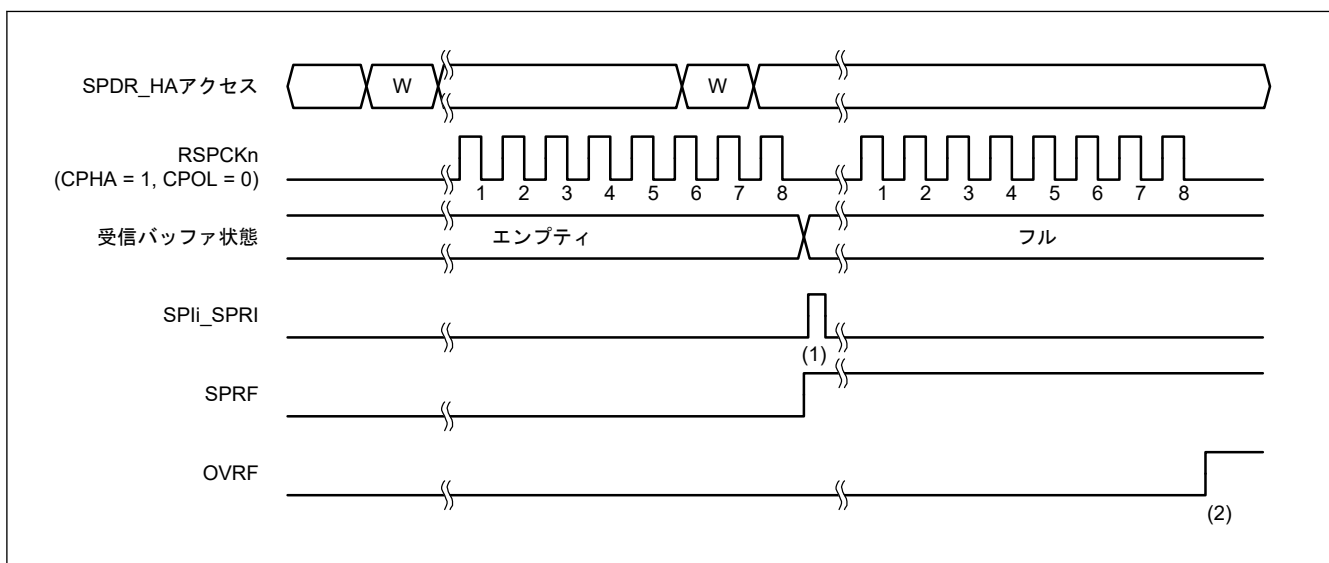
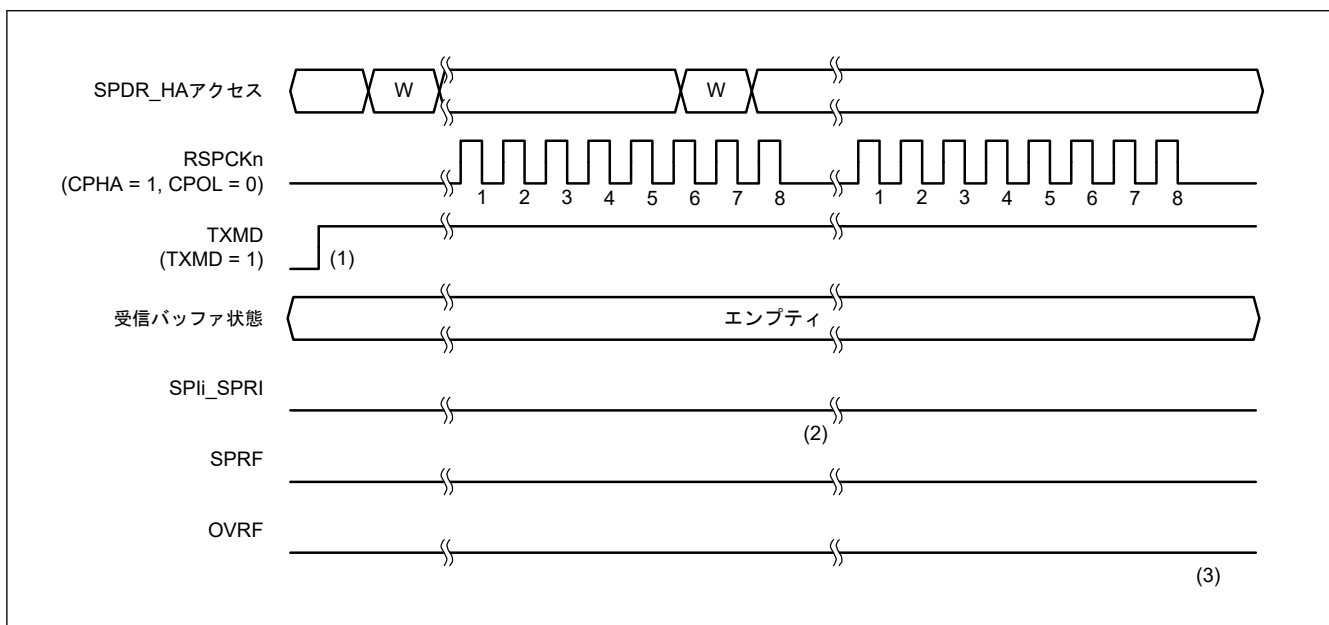

図 27.23 SPCR.TXMD = 0 の場合の動作例
図 27.24 SPCR.TXMD = 1 の場合の動作例
全二重同期式シリアル通信または送信動作は、通信動作モード選択ビット (SPCR.TXMD) でのみ選択できます。図 27.23 および図 27.24 に示すレジスタアクセスは、SPDR/SPDR_HA レジスタへのアクセスの条件を示します。W は書き込みサイクルを示します。
図 27.23 は、通信動作モード選択ビット (SPCR.TXMD) が 0 に設定されている場合の動作例を示します。この例では、SPCMD0.CPHA ビットが 1、SPCMD0.CPOL ビットが 0 の設定で、SPI が 8 ビットのシリアル転送を実行しています。RSPCKn 波形の下に記載した数字は RSPCK サイクル数 (= 転送ビット数) を示しています。
以下に、図 27.23 の (1)、(2) に示したタイミングでのフラグ動作を説明します。
図 27.24 に通信動作モード選択ビット (SPCR.TXMD) が 1 に設定されている場合の動作例を示します。この例では、SPCMD0.CPHA ビットが 1、SPCMD0.CPOL ビットが 0 の設定で、SPI が 8 ビットのシリアル転送を実行しています。RSPCKn 波形の下に記載した数字は RSPCK サイクル数 (= 転送ビット数) を示しています。
以下に、図 27.24 の (1)~(3) に示したタイミングでのフラグの動作内容を説明します。